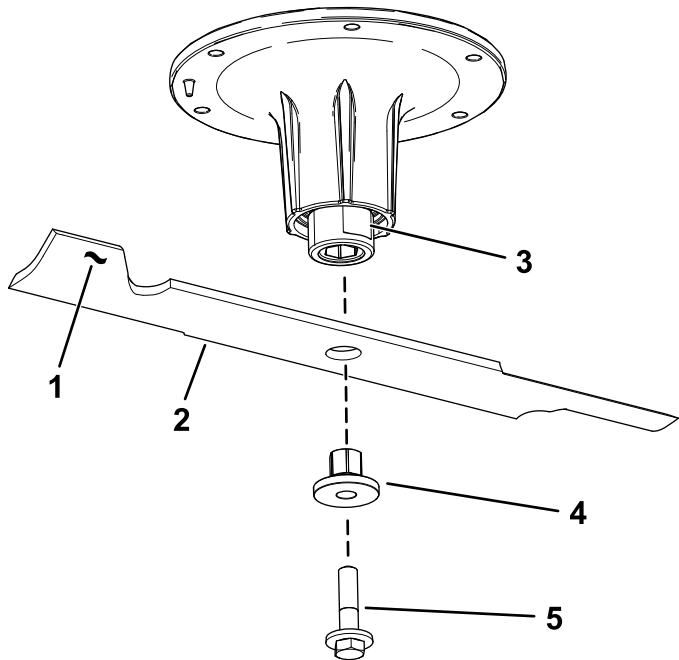

Figura 78
2. Rimuovete il bullone della lama, la boccola e la lama dall'albero del fusello (Figura 78).